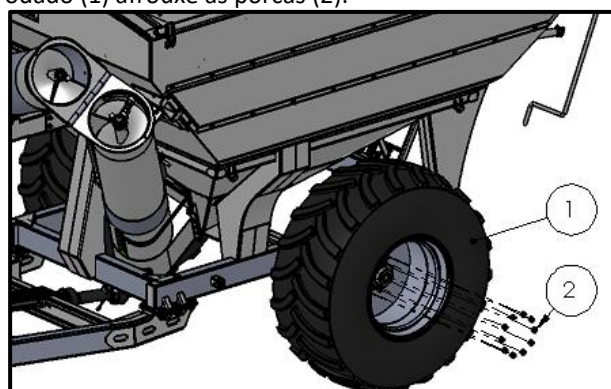

Fig. 9
A falta de pressão (A) ocasiona o desgaste nas laterais, irregular no centro da banda de rodagem e aumento da temperatura interna. Excesso de pressão (B) provoca maior desgaste da parte central da banda de rodagem. A pressão correta (C) permite um contato perfeito com o solo e uma flexão normal, essencial para a longa duração do pneu (Fig. 9). Por isso, certifique-se de que os pneus estão inflados na faixa correta, aproximadamente **24 lbs/pol²**.